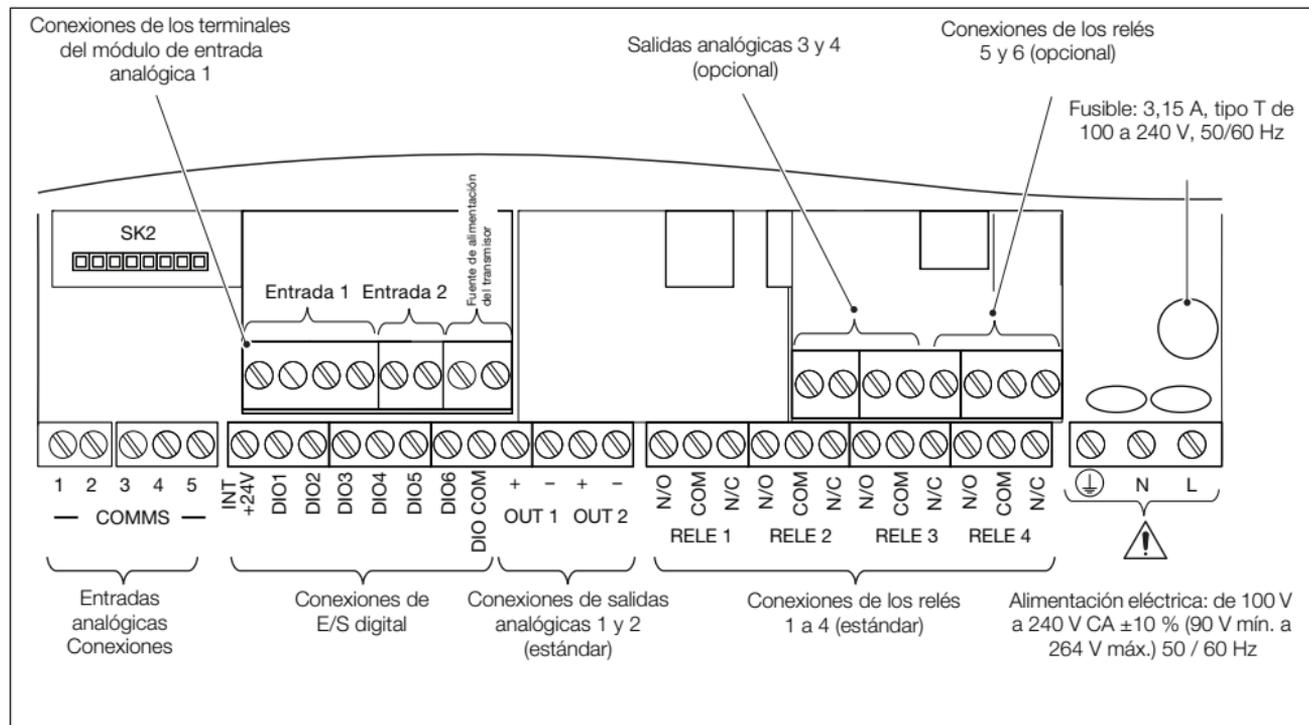

Fig. 4.15 Conexiones de los terminales del ControlMaster CMF160
1. Con un destornillador Pozidriv, gire el tornillo de retención de la puerta de la sección electrónica (sujeción) (A)  $1/4$  de vuelta hacia la izquierda y abra la puerta.
2. Gire el tornillo de retención de la cubierta (B) hacia la izquierda hasta que la cubierta (C) se pueda retirar.
3. Realice las conexiones a los terminales de la tarjeta de conexión; consulte la Fig. 4.15, página 23.
4. Vuelva a colocar la cubierta (C) y fijela girando el tornillo de retención (B) hacia la derecha con la mano hasta que quede apretada. Cierre la puerta y gire el tornillo de retención de la puerta (A)  $1/4$  de vuelta a la derecha para fijarla.